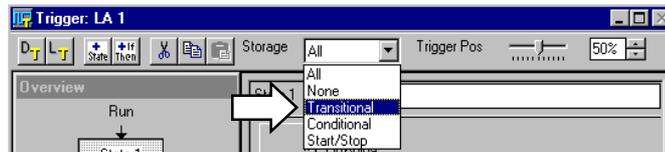

図 3-37 : [Trigger:LA 1]ウィンドウに対する[Storage]コントロールの設定
2. [Storage]ドロップ・ダウン・リスト・ボックスを[All]から[Transitional]に変更します ( 図 3-37 )。